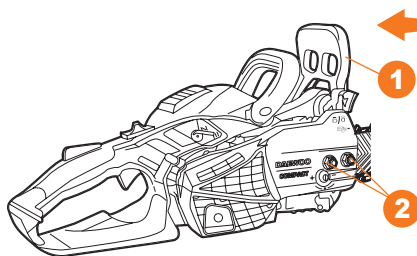

Рис. 2
- Установите тормоз цепи **1** в нерабочее положение, для этого потяните его на себя в направлении к передней рукоятке. Открутите гайки фиксации боковой крышки **2** против часовой стрелки и снимите боковую крышку (Рис. 2).